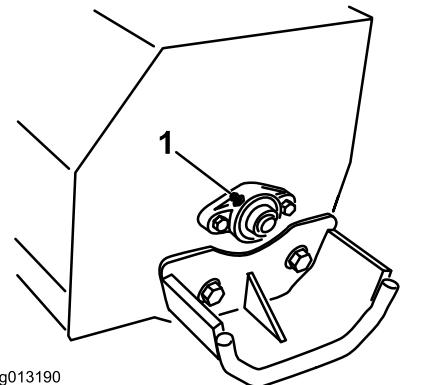

Figure 6
3. Nettoyez le graisseur avec un chiffon (Figure 6).